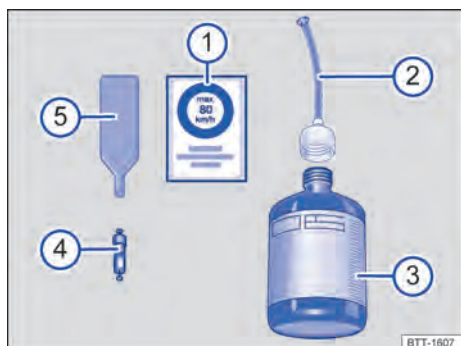

Fig. 201 Representación esquemática: componentes del kit reparapinchazos.
El kit reparapinchazos se compone de los siguientes elementos → fig. 201:
- ① Adhesivo con la indicación de velocidad "máx. 80 km/h" o "máx. 50 mph"
- ② Tubo de llenado con tapón
- ③ Botella de sellante
- ④ Obús de repuesto para válvula
- ⑤ Desmontaobuses
El **desmontaobuses** → fig. 201 ⑤ lleva en el extremo inferior una ranura para el obús de la válvula. Solo así se puede desenroscar y volver a enroscar el obús de la válvula del neumático. Esto también vale para el obús de repuesto ④.
- Desenrosque el obús de la válvula con el desmontaobuses → fig. 201 5 y deposítelo sobre una superficie limpia.
- Agite enérgicamente la botella de sellante → fig. 201 3 varias veces.
- Enrosque fijamente el tubo de llenado → fig. 201 2 en la botella de sellante en el sentido de las agujas del reloj. El precinto de la boca de la botella se perfora automáticamente.
- Retire el tapón del tubo de llenado → fig. 201 2 e introduzca el extremo abierto en la válvula del neumático por completo.
- Enrosque nuevamente el obús en la válvula del neumático con el desmontaobuses → fig. 201 5.